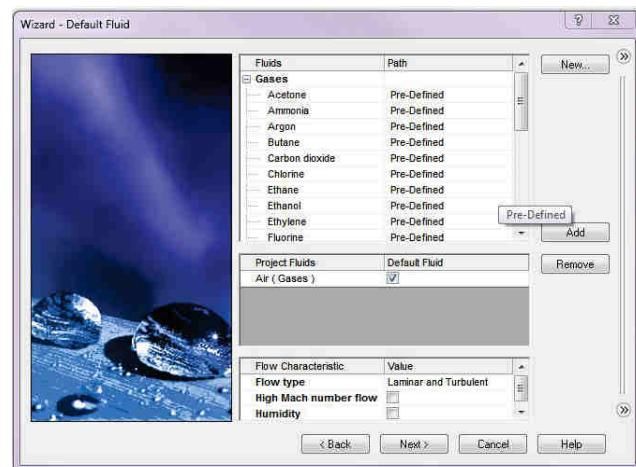

Fig. 15.8
- Se va deschide folderul **Gases** și se va selecta **Air** prin dublu click, fig. 15.8.
- Open the **Gases** folder and double-click the **Air** item, fig. 15.8.